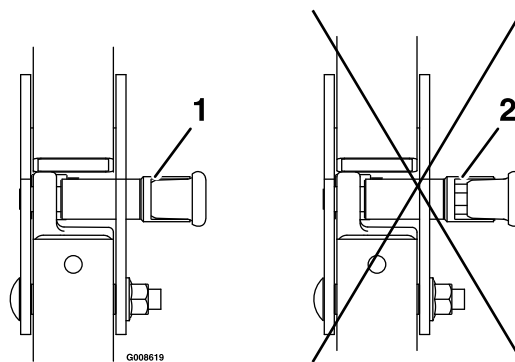

Рисунок 9
1. Поднимите защитную дугу в рабочее положение и поверните ручки так, чтобы они частично вошли в канавки (Рисунок 9).
2. Поднимите защитную дугу в полностью вертикальное положение, одновременно нажимая на верхнюю часть защитной дуги так, чтобы штифты вошли со щелчком в отверстия, когда они будут совмещены с ними (Рисунок 9).
3. Нажмите на защитную дугу и убедитесь, что оба штифта вошли в отверстия (Рисунок 9).